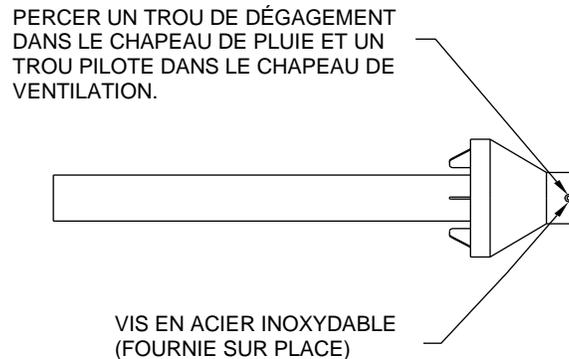

Figure 22 — Assemblage du capuchon de pluie et du petit conduit d'aération
- Capuchon de pluie en ciment sur un tuyau de plus petit diamètre (voir figure 22).
- b. Capuchon de pluie en ciment sur un tuyau en ensemble de plus petit diamètre (voir figure 22).